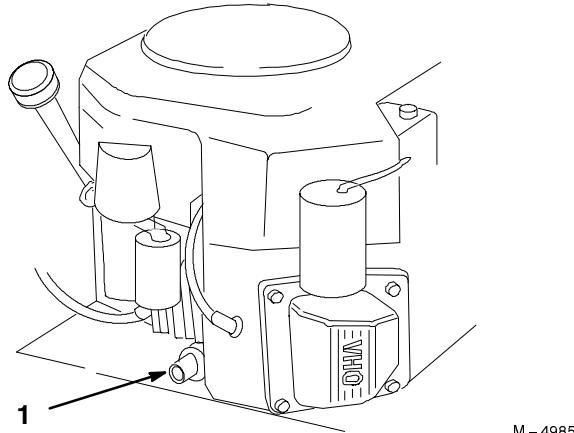

Bild 21
4. Stellen Sie ein Auffanggefäß unter die Verschluss-schraube. Öffnen Sie die Verschluss-schraube entgegen dem Uhrzeigersinn um 1/8-Umdrehung und ziehen die Schraube ab (Bild 21).